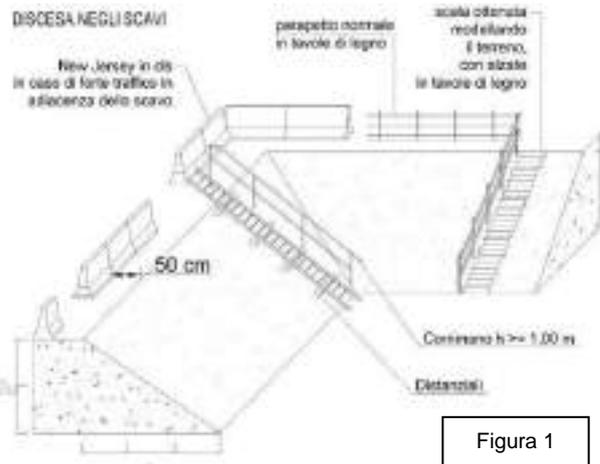

Figura 1
- I viottoli e le scale con gradini ricavati nel terreno (o nella roccia) devono essere provvisti di parapetto nei tratti prospicienti il vuoto quando il dislivello superi i 50 cm; le alzate dei gradini ricavati in terreno friabile devono essere sostenute, ove occorra, con tavole e paletti robusti (Cfr. Figura 1).